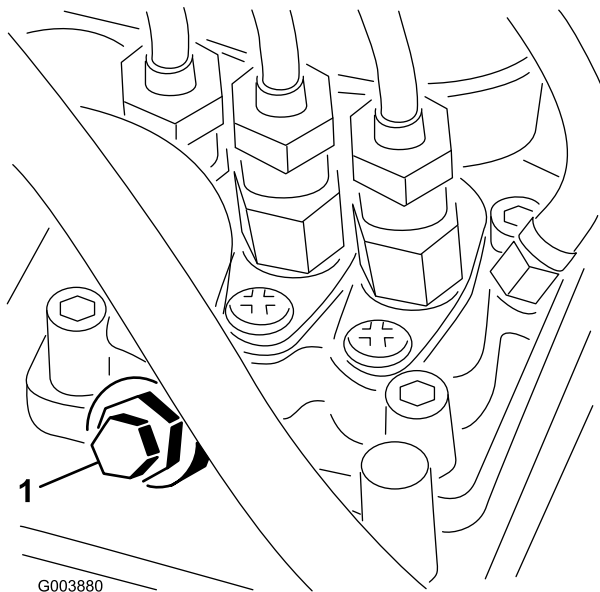

Figura 36
- Deurubai urubul pentru purjarea aerului de pe pompa de injecție de combustibil (Figura 36).